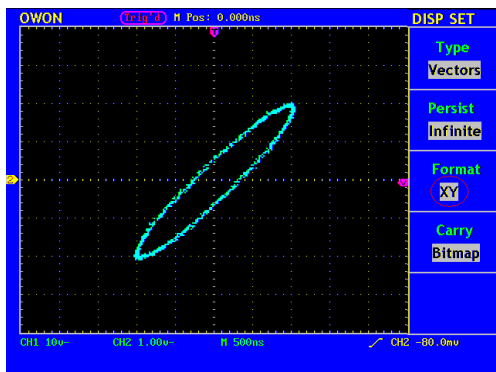

Рисунок 5.28.1. Вид экрана при режиме XY
- Нажатием кнопки **F3** выберите режим XY. (см. рис. 5.28.1).